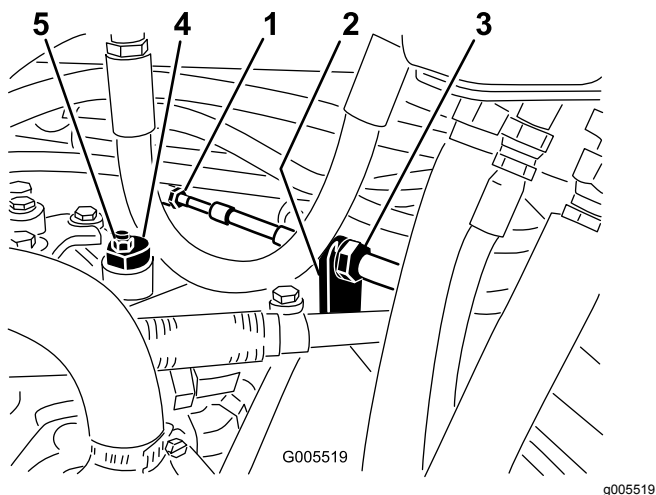

Figura 53
- A. Liberte as porcas de segurança que fixam o cabo de tração ao anteparo do hidróstato (Figura 53). Certifique-se de que as porcas se encontram soltas de forma idêntica, de modo a permitir a operação de ajuste.
Nota: Liberte a porca que fixa o disco excêntrico ao cimo do hidróstato (Figura 53).
- C. Rode o disco excêntrico até eliminar a deslocação em qualquer um dos sentidos. Quando a roda deixar de rodar, aperte a porca, bloqueando deste modo o disco excêntrico e fixando a posição de ajuste (Figura 53). Verifique se o ajuste é o adequado colocando o regulador nas posições Lento e Rápido.
- D. Aperte uniformemente as porcas que se encontram em cada um dos lados do anteparo, fixando deste modo o cabo de tração ao anteparo (Figura 53). Não rode o cabo.